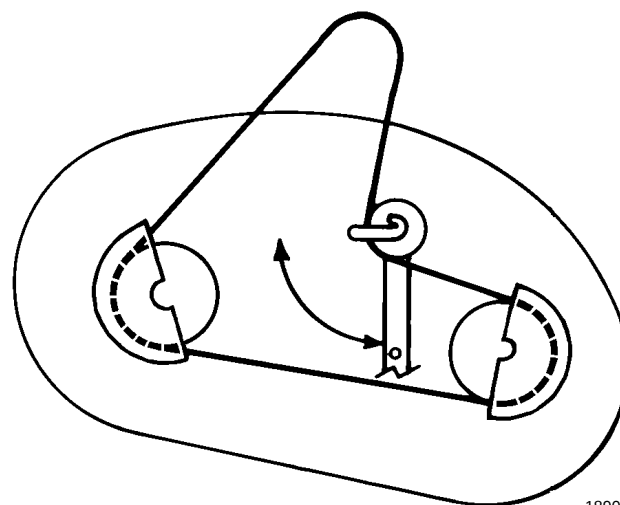

Abbildung 48
2. Die Montageschrauben der Riemenscheibenabdeckungen und die Abdeckungen von beiden Schnittmesserriemenscheiben entfernen (Abb. 48).
3. Schraube und Mutter, mit denen Führungsrolle und Riemenführung befestigt sind, lösen, aber nicht entfernen (Abb. 48).
2. Die Führungsrollen-Riemenführung so positionieren, daß sie nach links, 90° zum Führungsrollenarm zeigt (Abb. 48). Halteschraube und Sicherungsmutter an Führungsrolle und Riemenführung anziehen.
3. Linke und rechte Riemenscheibenabdeckung mit den Halteschrauben installieren (Abb. 48).